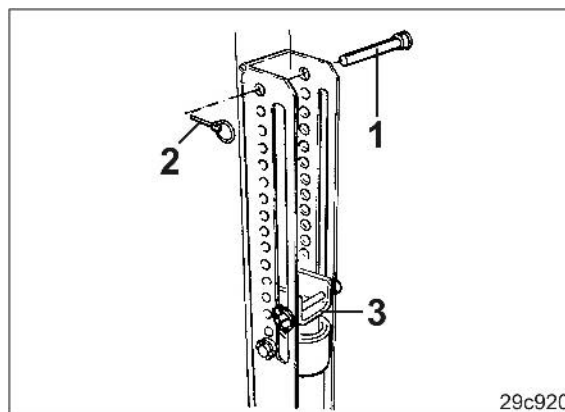

図 158
3. ピン (図 158/1) をストッパー (図 158/3) 上の穴群のボアに差し込み、リンチピン (図 158/2) で固定してください。